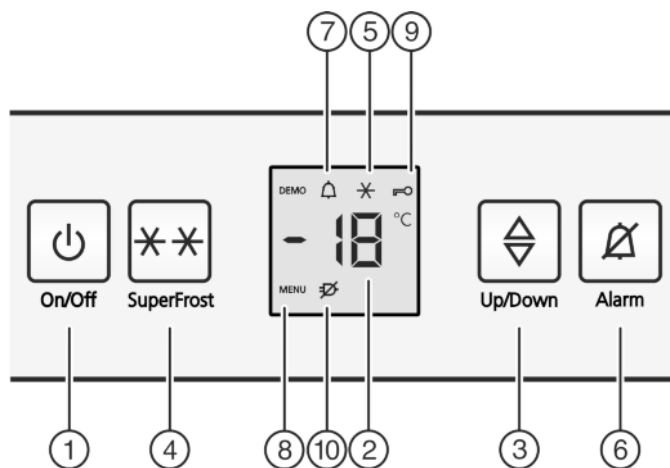

Fig. 2
- Символ SuperFrost Fig. 2 (5) блимає разом з індикатором температури.*
- ▶ Натисніть клавішу On/Off. Fig. 2 (1).
- ▷ Пристрій увімкнено. Індикатор температури та символ "Alarm" Fig. 2 (7) блимають до досягнення необхідної температури.
- ▶ Вмикання режиму налаштування: натисніть кнопку SuperFrost Fig. 2 (4) і утримуйте її приблизно 5 секунд.
- ▷ На індикаторі відображається символ «Меню» Fig. 2 (8).
- ▶ Для підтвердження натисніть і відпустіть клавішу SuperFrost Fig. 2 (4).
- ▷ На індикаторі світиться символ «Захист» Fig. 2 (9).
- ▶ натисніть і відпустіть клавішу «On/Off» Fig. 2 (1).
- ▷ Символ функції захисту Fig. 2 (9) гасне.
- ▶ натисніть сигнальну клавішу Alarm Fig. 2 (6).
Одночасно блимає індикатор температури та символ звукового сигналу Fig. 2 (7).
Звукове попередження вимикається автоматично, символ звукового попередження Fig. 2 (7) вимикається, індикатор температури перестає блимати, коли температура достатньо низька.